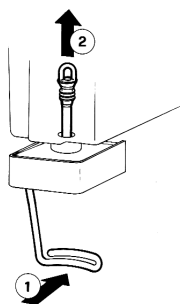

figura 3
7 **Grifo con tubo de goma:** empujar la palanca mando grifo (1) y sacar (2) el tubo goma de salida desde su situación vertical en el fondo del contenedor (ver figura 3).